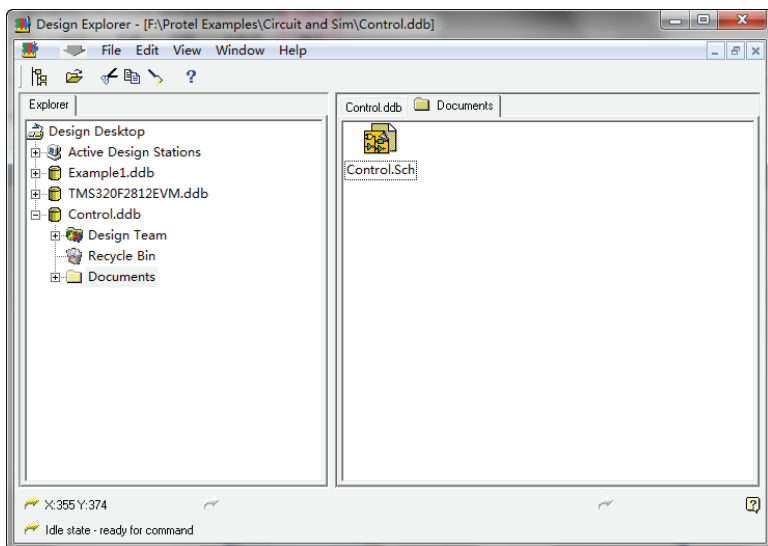

图 1-25 生成的 Control.sch 文件后的视图
4) 新建的文件将包含在当前的设计数据库中，系统默认的文件名为“Sheet1”，用户可以在设计管理器中更改文件的文件名，更改文件名后显示在设计数据库中，如图 1-25 所示的 Control.sch 文件。